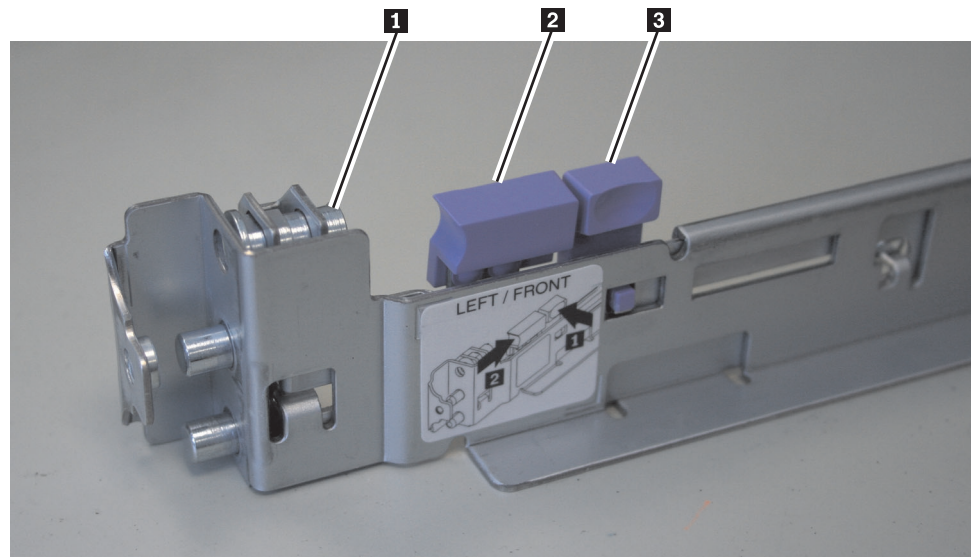

図 20. SAN ポリウレーム・コントローラー 2145-8A4 のサポート・レール前部にある閉じた状態のレール・ロック・キャリア
- a. 左側のレールから始めます。27 ページの図 20 に示されているように、前部レール・ロック・キャリア **1** が閉じている場合は、小さい方のタブ **3** をレールから離れる方向に押します。